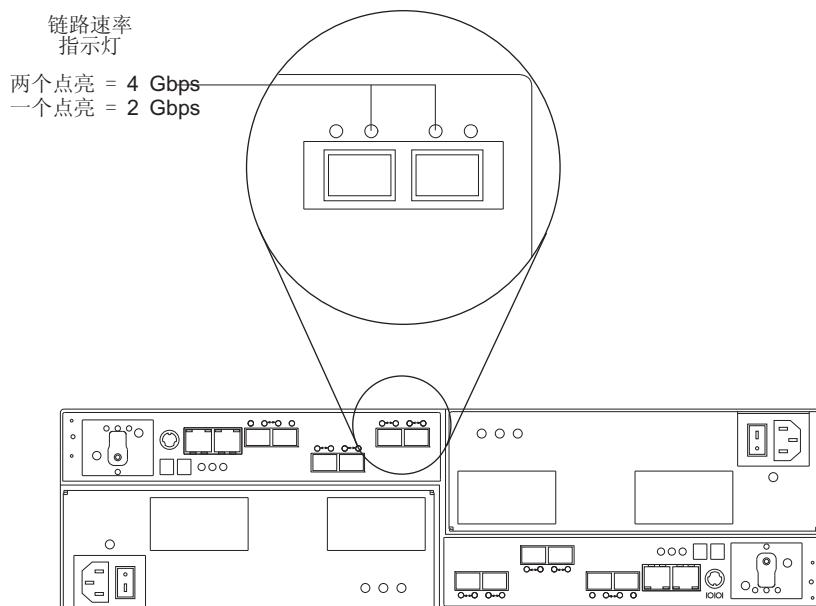

图 83. “链接速率”指示灯
- 找到“链接速率”指示灯。图 83 显示了存储子系统后部“链接速率”指示灯的位置。
4. 找到“链接速率”开关。第 132 页的图 83 显示了命令模块前部“链接速率”指示灯的位置。